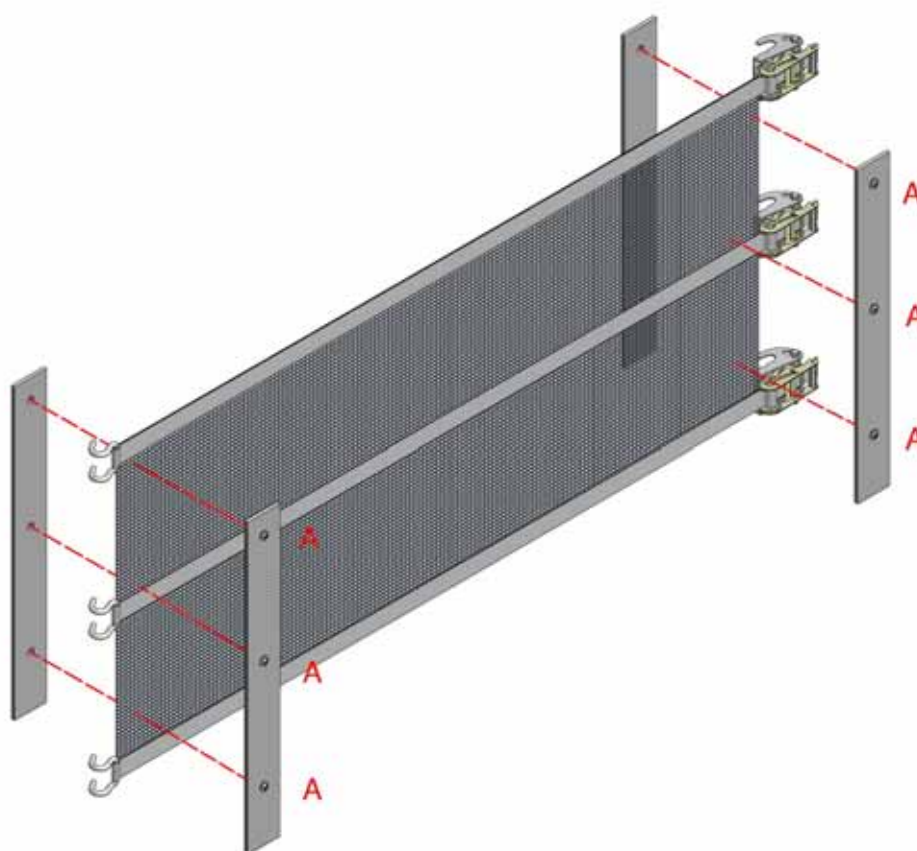

Figure 9, Adaptation des tampons d'extrémité
11. Présentez les tampons d'extrémité en PVC de part et d'autre de l'écran et marquez les positions des trous sur le matériel en évitant de coïncider avec les courroies de support. Incisez le matériel aux endroits marqués avec un couteau. Placez les tampons d'extrémité afin d'envelopper au moins une largeur de 7,5 cm de matériel, tout en réduisant au minimum l'écart entre le tampon et le pilier. Connectez les tampons entre eux avec les boulons, écrous et rondelles (A) fournis, comme illustré à la Figure 9.